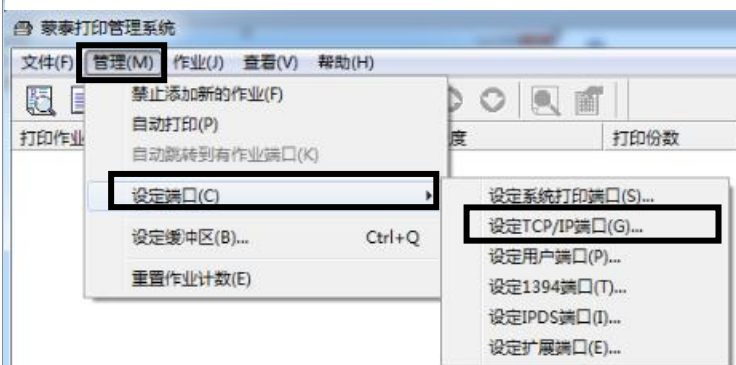

图 2.11 设定 TCP/IP 端口
1、双击打开 MainTop5.3 文件夹，找到 MON 文件夹双击打开，找到 mt\_mon.exe 文件双击打开进入蒙泰打印管理系统。在左上角选择管理→设定端口→设定 TCP/IP 端口（如图 2.11）。